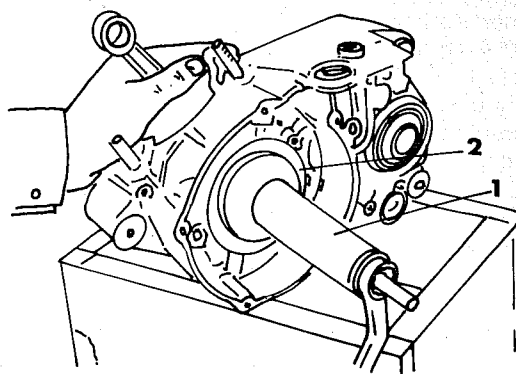

Bild 65
- Beim Einbau der Kurbelwelle (siehe Bild 65):